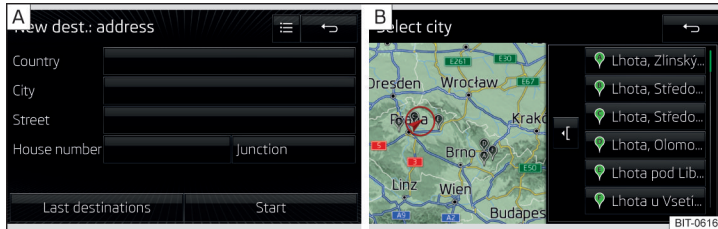

Abb. 228 Ziel über die Adresse eingeben: Hauptmenü / Liste der aufgesuchten Orte
- Wird das Menü zur Zieleingabe über die Adresse » Abb. 228 - nicht angezeigt, dann die Funktionsfläche → **Adresse** antippen.
Es besteht die Möglichkeit, dass während der Eingabe eines Ortsnamens automatisch eine Karte mit einer Liste gleichnamiger Orte angezeigt wird » Abb. 228 - .